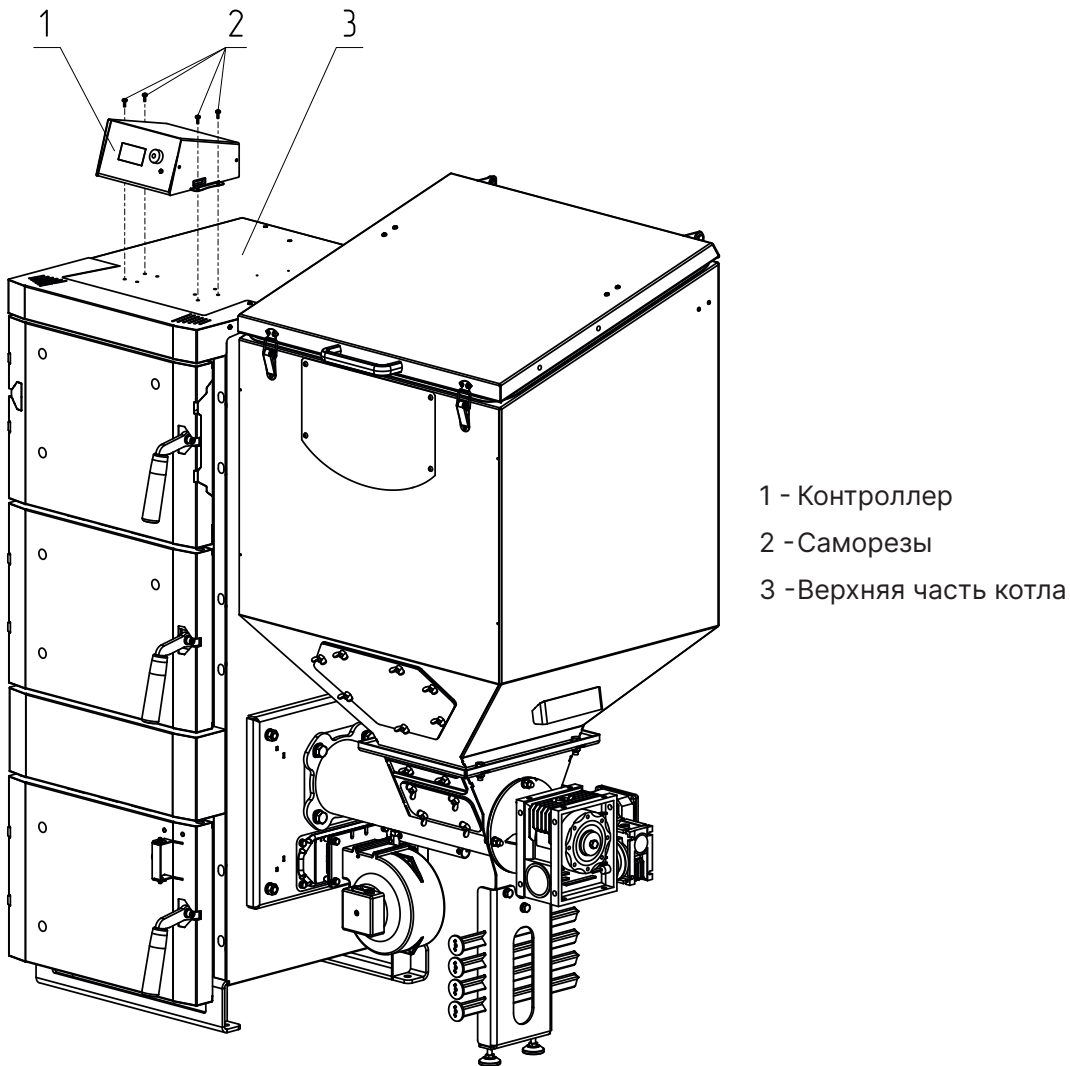

Рис.13 Монтаж контроллера для котлов до 60 кВт
2. Зафиксируйте контроллер (**Рис.13, поз.1**) на верхней части котла (**Рис.13, поз.3**) саморезами (**Рис.13, поз.2**).
3. Проложите провода (питание мотор-редуктора, питание вентилятора, датчик температуры шнека) от контроллера (**Рис.13, поз.1**) к механизму подачи и зафиксируйте их стяжками при помощи клипс, которые фиксируются на корпусе котла в отверстиях под крепление кабелей (**Рис.2, поз.29**).